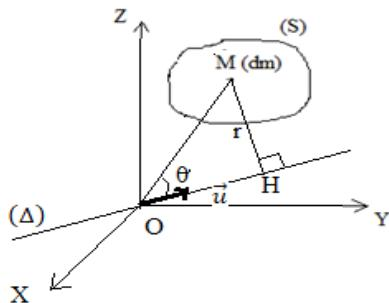

Figure III.16
Considérant une droite (Δ) appartenant à un repère R(O, x, y, z), passant par le point O et a un vecteur unitaire \vec{u} ($\Delta(O, \vec{u})$). (S) un solide continue appartenant au même repère R ou M un point de ce solide d'une masse élémentaire (dm) (figure III.16)